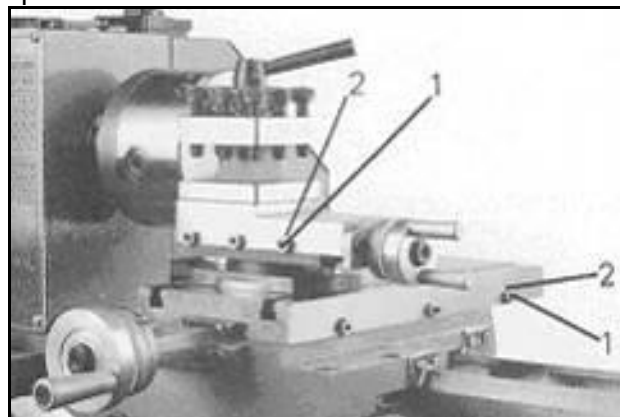

Рис.31
Оба суппорта оборудованы регулировочными планками и могут быть установлены посредством винтов (1, Рис.31) и контргаяк (2) без зазора.